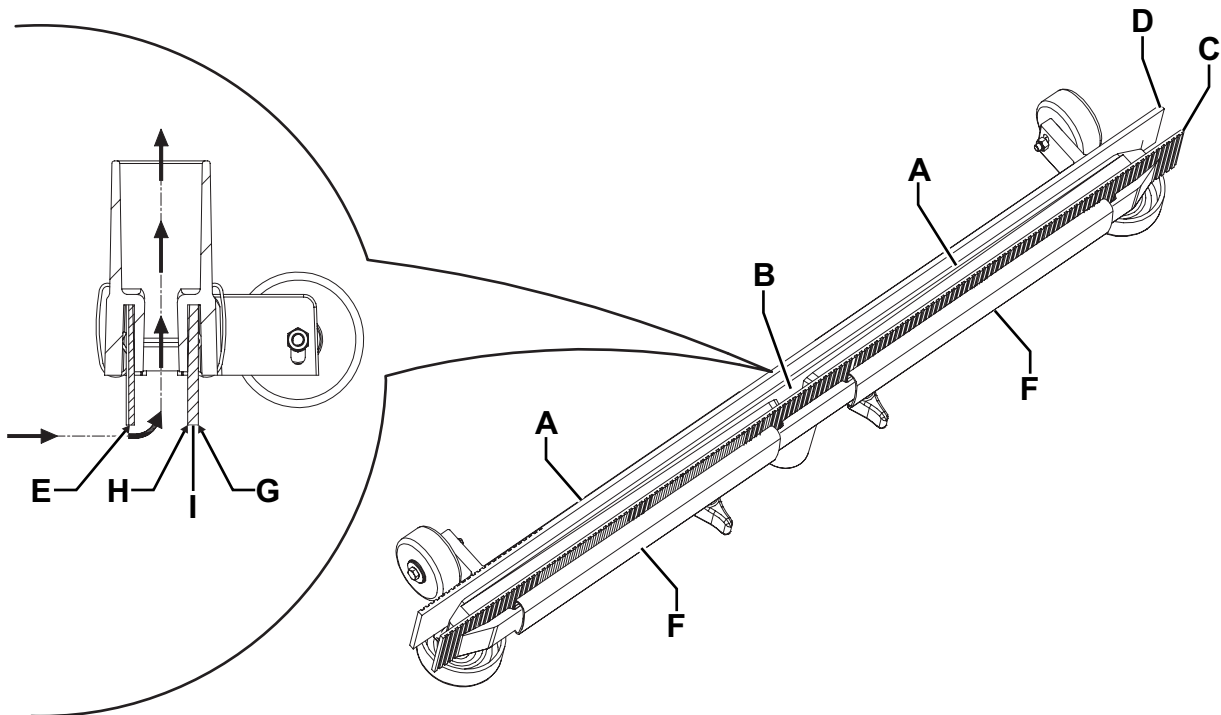

Abbildung 7
2. Sicherstellen, dass der Drehknopf (62) sich in der Position „0“ befindet.
3. Die Sauglippe mit dem Pedal (19) absenken.
4. Ansaugrohr (22) von der Sauglippe abnehmen.
5. Sterngriffe (12) lösen und Sauglippe (11) abnehmen.
6. Sauglippe abspülen und reinigen. Insbesondere den Schmutz und Abfälle von den Förderöffnungen (A, Abb. 7) und der Ansaugöffnung (B) beseitigen.
7. Überprüfen, ob der vordere (C) und der hintere Gummi (D) unversehrt sind und keine Schnitte oder Risse aufweisen, gegebenenfalls austauschen (siehe nachstehender Absatz).
2. Überprüfen, ob die Kanten des vorderen (E, Abb. 7) und die Kanten des hinteren Gummis (I) gleichzeitig in ihrer gesamten Länge auf dem Fußboden aufliegen. Andernfalls Höhe wie folgt einstellen:
- Befestigungsfedern (F) entfernen und vorderen (C) sowie hinteren Gummi (D) einstellen.
3. Überprüfen, ob der vordere (C) und der hintere Gummi (D) unversehrt sind und keine Schnitten oder Risse aufweisen, gegebenenfalls wie folgt austauschen. Prüfen, dass auch die Vorderkante (H) des Hintergummis unversehrt ist; andernfalls das Gummi umdrehen und die andere, unversehrte Kante (G) benutzen. Ist auch die andere Kante abgenutzt, das Gummi ersetzen und dabei wie folgt vorgehen:
- Befestigungsfedern (F) entfernen und hinteren Gummi (D) austauschen (oder umdrehen).
4. Sauglippe (11) montieren und Sterngriffe (12) festdrehen.
5. Das Ansaugrohr (22) an die Sauglippe (11) verbinden.